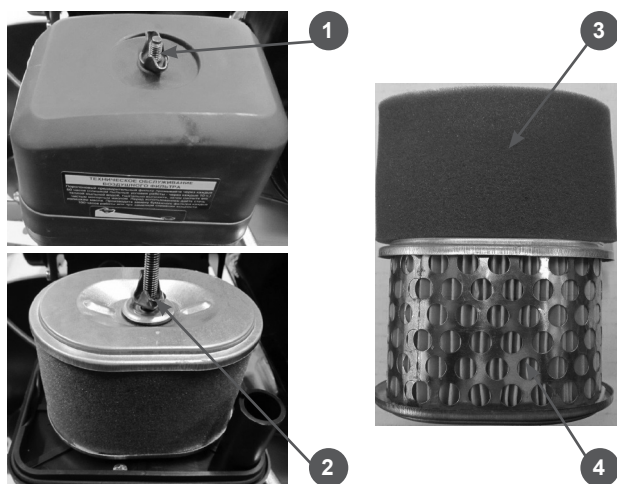

Рис.12
1. Открутите гайку (1) и снимите крышку воздушного фильтра (Рис.12).
2. Открутите гайку (2) и снимите воздушный фильтр (Рис.12).
4. Грязный поролоновый фильтр(3) промойте теплым мыльным раствором или раствором негорючей жидкости, тщательно отожмите и просушите. Смочите фильтр небольшим количеством специального масла для фильтров, либо чистым моторным маслом и тщательно отожмите.
5. Грязный бумажный фильтр (4) подлежит только замене.